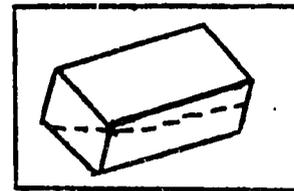

Fig. 16 - Quebradura lateral.
54. Quebraduras laterales. (Ver Fig. 16).